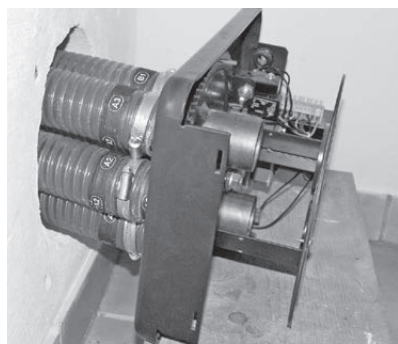

Fig. 21 Fixer les tuyaux à l'aide des colliers
- ▶ Fixer les tuyaux étiquetés sur les raccords correspondants de l'unité de commutation. Les torons de mise à la terre doivent être en contact avec les raccords. Fixer les tuyaux à l'aide des colliers – Fig. 21.
- ▶ Fixer l'unité de commutation avec resp. 4 vis de réglage 8x60 et rondelles 8 – Fig. 21.